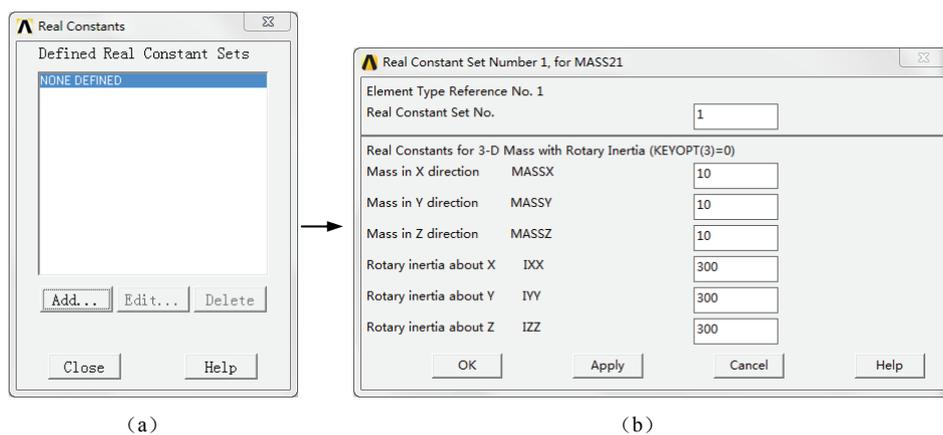

图 5-57 单元实常数定义
(2) 定义实常数。选择【Main Menu】/【Preprocessor】/【Real Constants】/【Add/Edit/Delete】命令，弹出如图 5-57 (a) 所示的单元实常数对话框，按图 5-57 (b) 所示数值进行设置。单击图 5-57 (b) 中对话框中的 **OK** 按钮，然后单击图 5-57 (b) 对话框中的 **Close** 按钮。